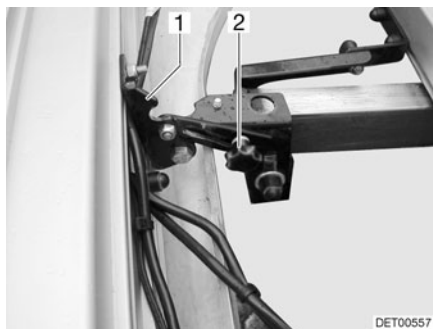

Fig. 5 Bloqueo del portalámparas
- Soltar los tornillos moleteados (Fig. 5,2) de ambos lados.
- Desplegar el portalámparas (Fig. 5,1).
- Plegar el portalámparas (Fig. 5,1).